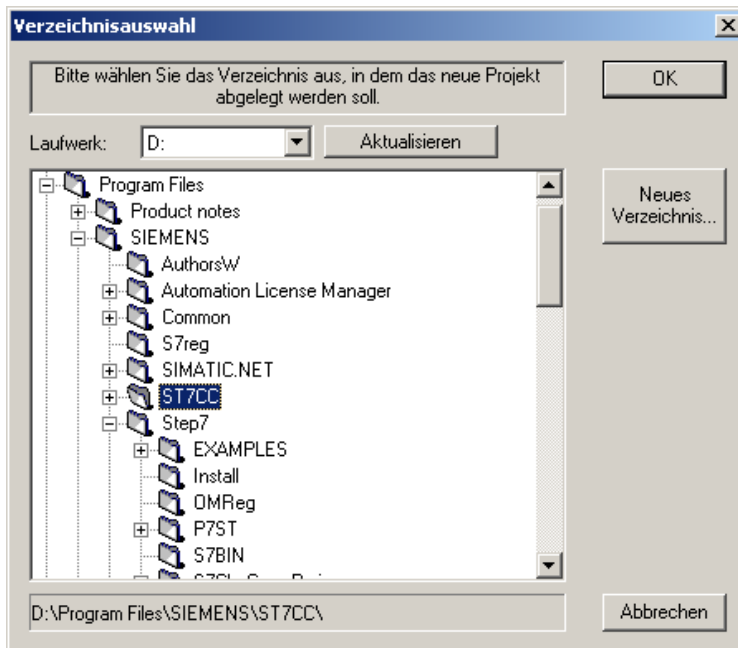

Bild 3-5 Dialog *Verzeichnisauswahl* zum Erstellen eines neuen Projektverzeichnisses.
3. Selektieren Sie das Verzeichnis, in dem das neue Projektverzeichnis eingerichtet werden soll, in Bild 3-5 z. B. in *ST7CC*.